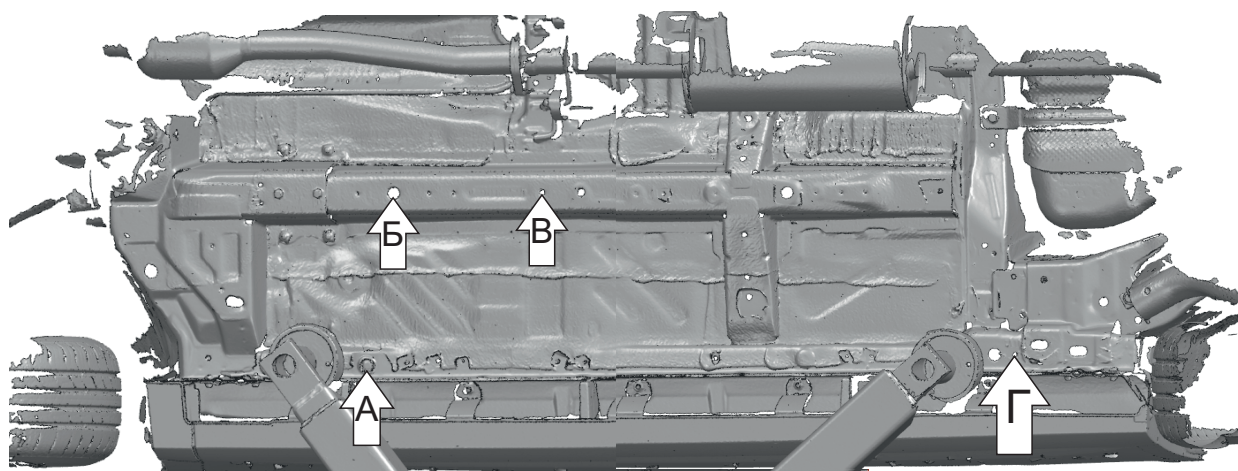

Рис. 2
1. Извлечь резиновую заглушку в передней части порога (А) (Рис.2).
2. Установить гайки закладные М10 с усиками в отверстие лонжерона передней части автомобиля (А, Б) (Рис. 2).
3. Установить гайку закладную М8 с проволокой в отверстие лонжерона средней части автомобиля (В) (Рис. 2).
4. Установить гайку закладную М10 с проволокой в отверстие лонжерона задней части автомобиля (Г) (Рис.2).